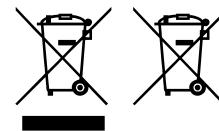

Abb. 1 Abb. 2
4. Das Symbol (durchgestrichener Behälter auf Rädern – Abb. 1) auf dem Produkt oder der Verpackung zeigt an, dass das Gerät am Ende seiner Lebensdauer getrennt gesammelt werden muss.